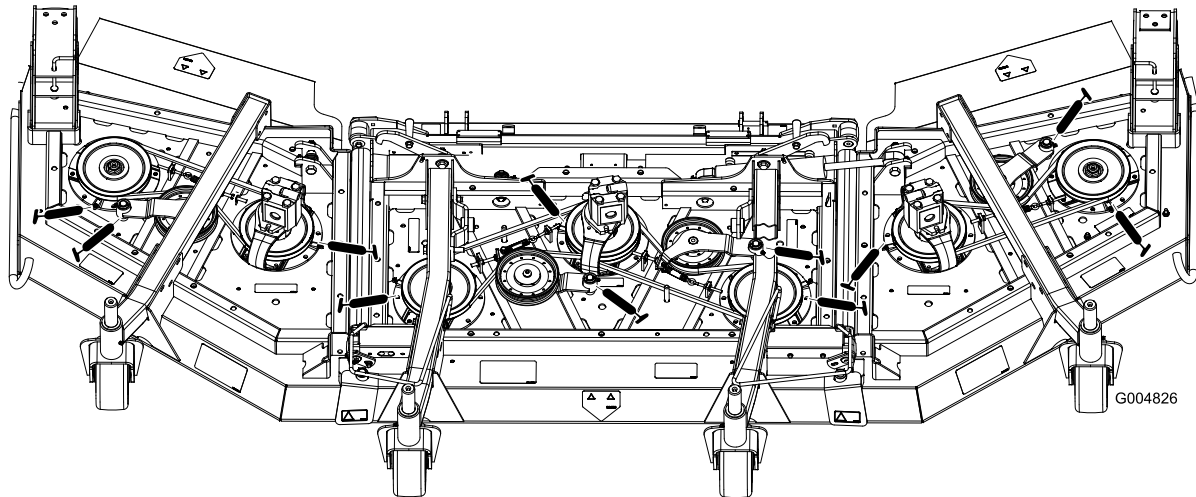

**Figura 69**
- 2 casquillos del eje de la horquilla de la rueda giratoria (Figura 69)